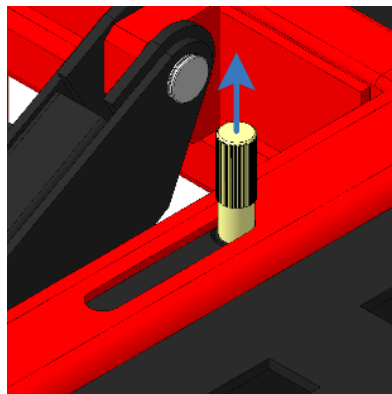

Рисунок 16
- Извлеките вверх на 3 см ручку телескопической задвижки замка (рисунок 16).